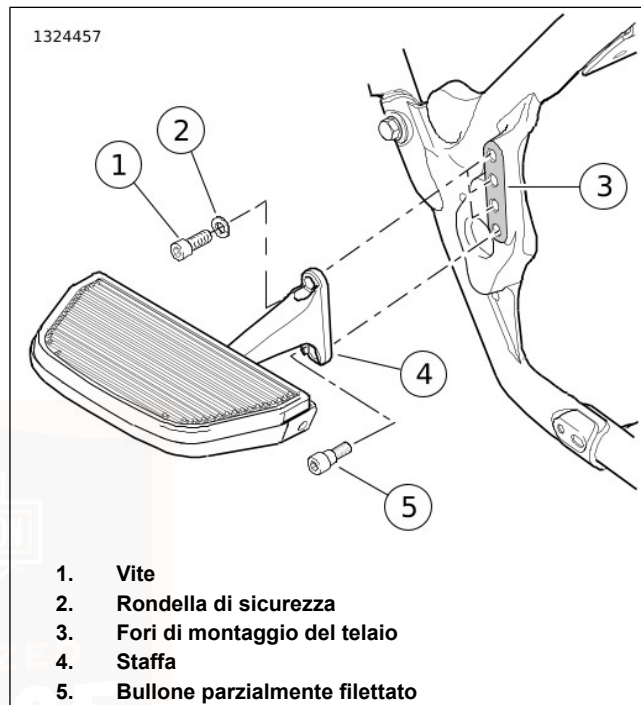
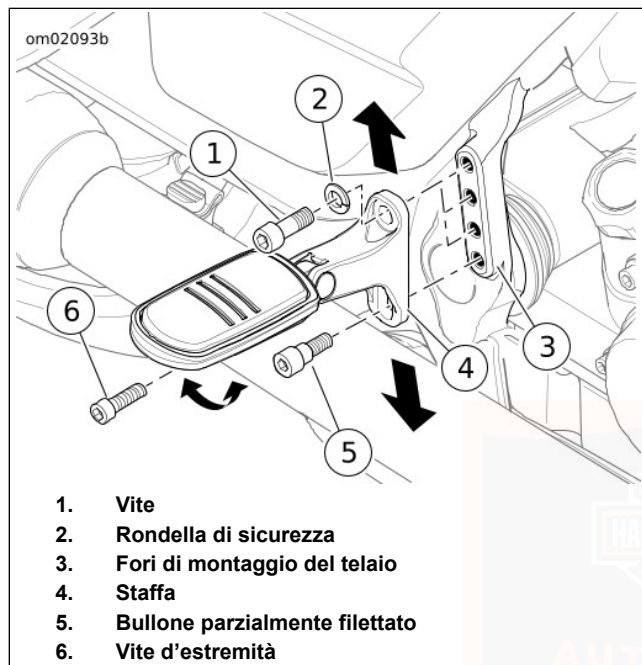

Figura 49. Pedana del passeggero
Figura 50. Poggiatesta del passeggero (tipico)
Vedere Figura 49 e Figura 50.
1. Vedere Figura 50 . Rimuovere la vite terminale (6).